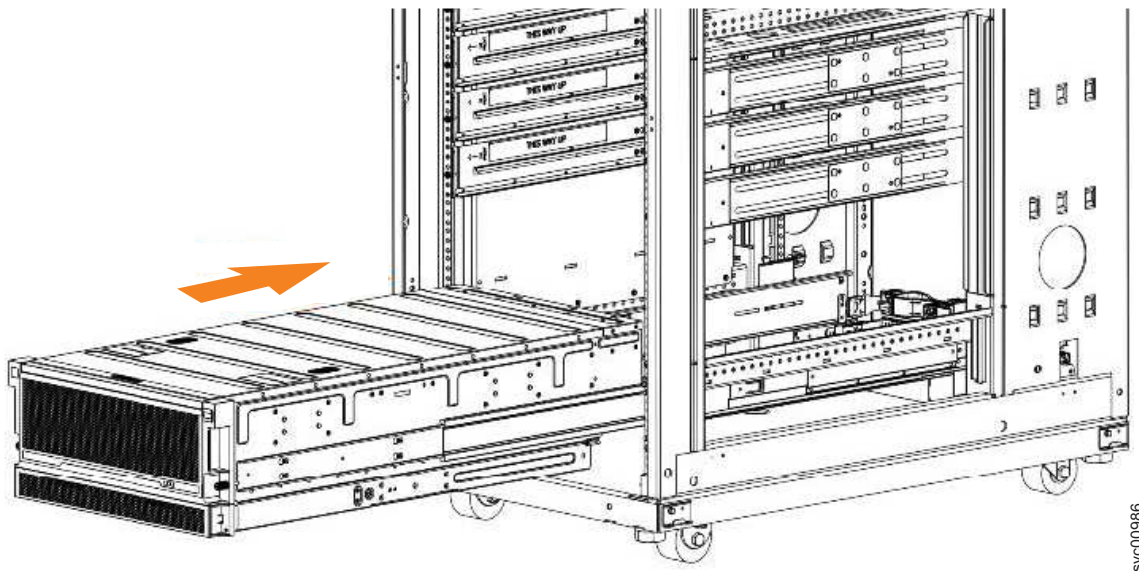

図 38. ラックでのエンクロージャーの取り付けの例
- 拡張エンクロージャーを、ラック内の一番下の位置に取り付けます。図 38 は、例を示しています。